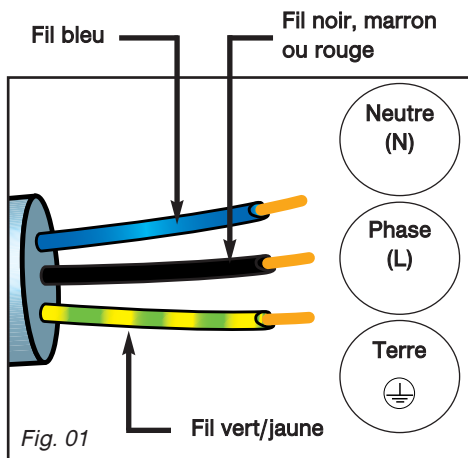

Fig. 01
– Vous pouvez immobiliser, si vous le désirez, la table au moyen de pattes de fixation livrées avec leur vis (Fig. 01 - Fig. 02) se fixant aux coins du carter. **Utilisez impérativement les trous prévus à cet effet suivant le dessin ci-dessus (Fig. 02).**
Branchez les fils sur l'installation en respectant les couleurs des fils (Fig. 01).